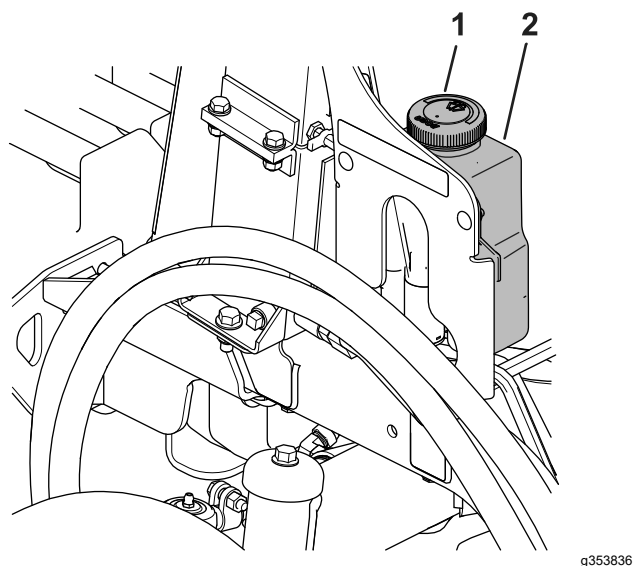

Figura 85
1. Retire el tapón (Figura 85) del depósito.